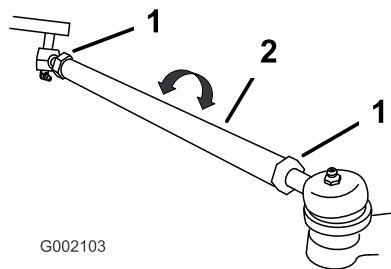

Bild 63
7. Wenn der Wert nicht zwischen 0-6 mm liegt, lösen Sie die Klemmmuttern an beiden Enden der Spurstange (Bild 63).